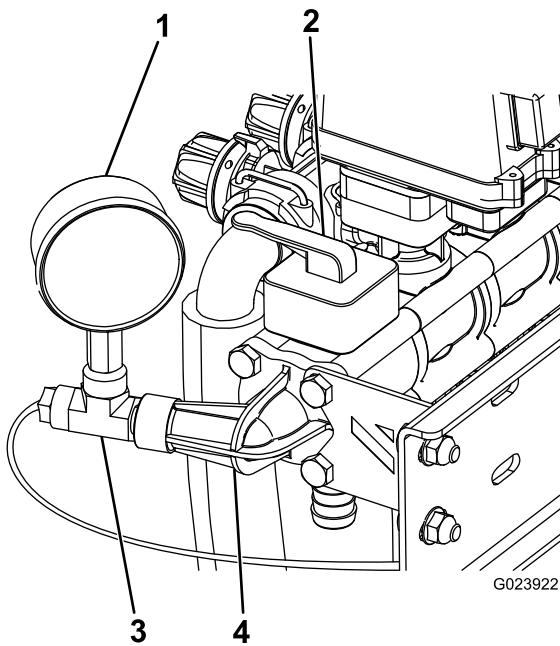

図 10
4. 長いボルト4本を使用して、Oリング、新しいコントロールバルブ、先ほど外した水圧計ポート、それにスタビライジング・ブラケットを取り付ける；図10を参照。
5. T 字フィッティングを水圧計ポートに接続する (図 10)。
6. 水圧計をT 字フィッティングに接続する (図 10)。